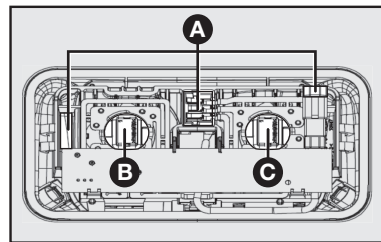

fig. 26
- Desconecte los cables de los conectores **A-fig. 26**.
- Gire el portalámpara **B** o **C-fig. 26** en el sentido antihorario y quite la lámpara que será sustituida.